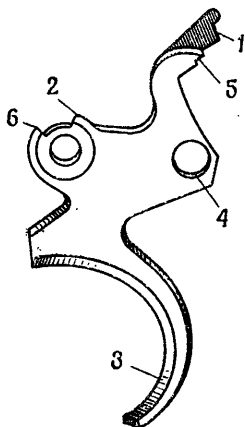

Рис. 14. Спусковой крючок:
**15. Спусковой крючок** (рис. 14) служит для взведения курка, для удержания его на боевом взводе и спуска с боевого взвода, для поднимания и опускания ползуна и собачки, для удержания барабана от поворота вправо при взведенном курке и для отодвигания барабана после выстрела; он вращается на оси, укрепленной в нижней стенке рамки.